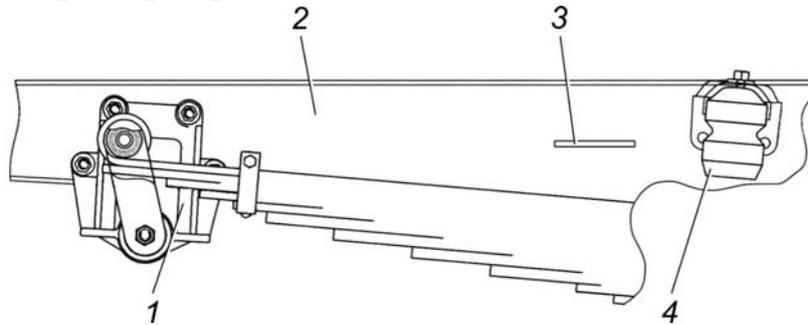

Рис. 1.1. 1 – задний кронштейн задней рессоры; 2 – лонжерон рамы правый; 3 – место нанесения VIN автомобилей и автомобильных шасси; 4 – резиновая рессора сжатия
1.1. Идентификационный номер ТС (VIN) на автомобилях и автомобильных шасси наносится на правом лонжероне рамы перед задним кронштейном задней рессоры (рис. 1.1).